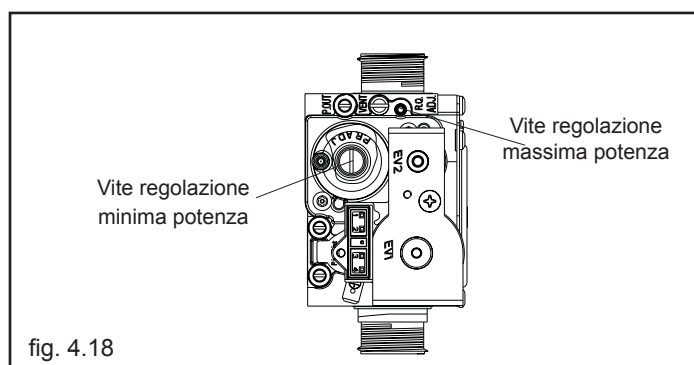

fig. 4.18
- Rimuovere il mantello, abbassare il cruscotto verso di sé e rimuovere il coperchio ispezione parti elettriche per accedere al pulsante "CO" (fig. 4.18).
- Verificare il valore di CO₂: (tabella 4) se il valore non risultasse conforme a quanto riportato in tabella agire sulla vite di regolazione del max della valvola gas (fig. 4.18).
- Verificare il valore di CO₂: (tabella 5) se il valore non risultasse conforme a quanto riportato in tabella agire sulla vite di regolazione del min della valvola gas (fig. 4.18).